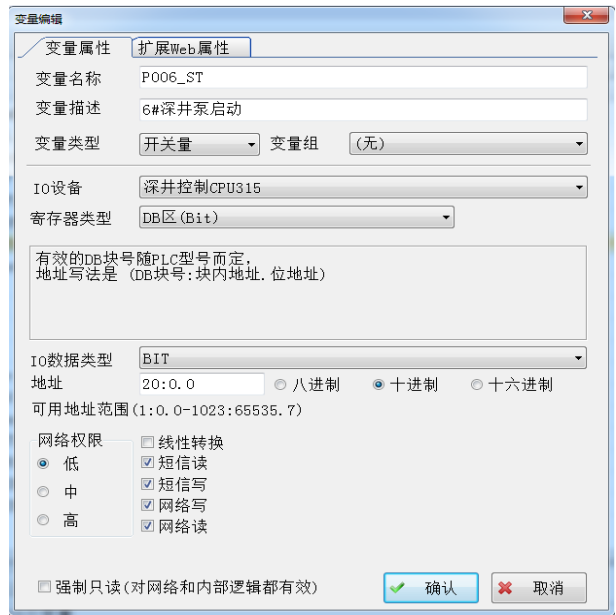

图4 GRM232变量配置界面图
(3) 在西门子300PLC 程序里编写寄存器地址。寄存器地址需要与物联云平台配置参数地址一致（如图4）。